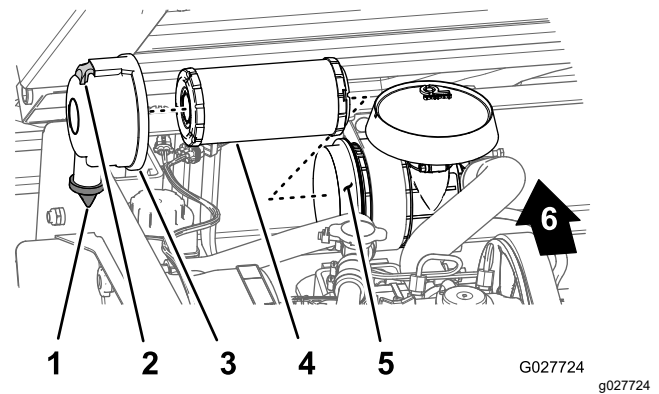

図 35
- エアクリーナ本体にリーク原因となりそうな傷がないか点検する 図 35。
- エアクリーナのラッチを引いて外し、カバーを左にひねってボディーから外す 図 35。
- 汚れを落とさないように注意しながら、ハウジング 図 35 内部からエレメントを静かに引き出す。
1. エアフィルタのカバーについている異物逃がしポートを清掃する 図 35。
2. カバーについているゴム製のアウトレットバルブを外し、内部を清掃して元通りに取り付ける (図 35)。
3. エレメントをハウジング内部にしっかり取り付ける。エレメントの外側のリムを軽く押さえて確実にハウジングに密着させる 図 35。
4. アウトレットバルブが下向き後ろから見たとき、だいたい時計の5時と7時の間になるようにカバーを取り付ける 図 35。
5. カバーをハウジングにラッチで固定する (図 35)。